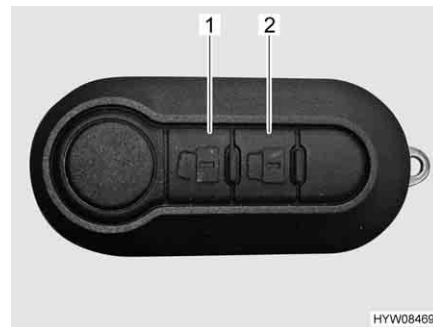

Fig. 53 Telecomando chiusura centralizzata
- Premere una volta brevemente il tasto  (Fig. 53,1). Le serrature sono sbloccate.
- Premere una volta brevemente il tasto  (Fig. 53,2). Le serrature sono bloccate.